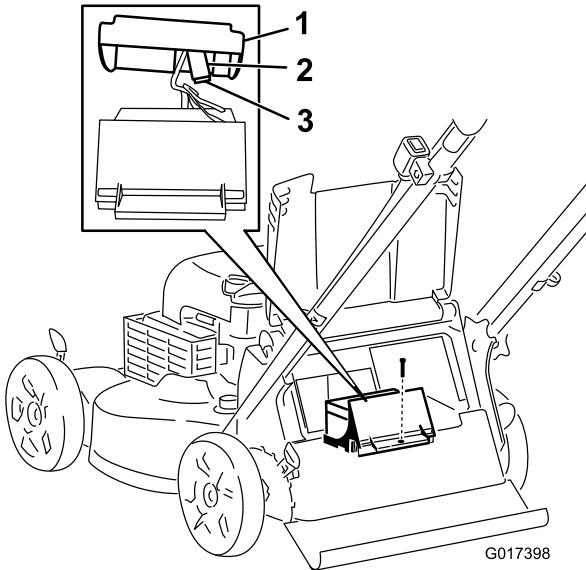

Bild 37
3. Entfernen Sie die Schraube, mit der das Batteriefach befestigt ist, ziehen Sie die Batterie heraus und finden Sie die Sicherung (Bild 37).
- 4. Wechseln Sie die Sicherung im Sicherungshalter aus (Bild 37).